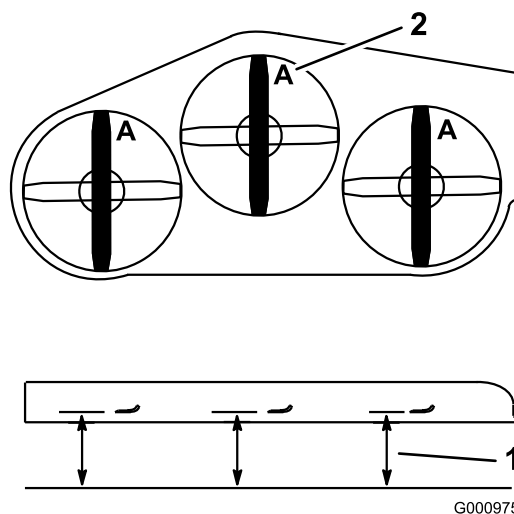
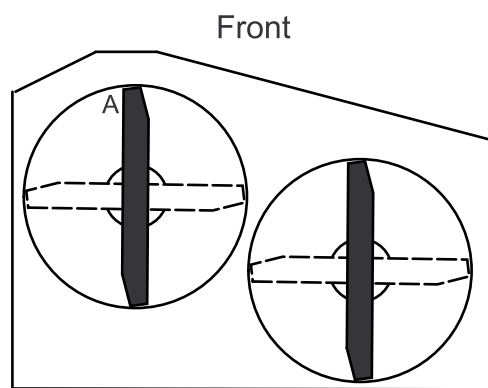

Figure 75
Figure 76
3. Placez la machine sur une surface plane, et tournez une lame dans le sens longitudinal. Mesurez au point A et entre la surface plane et le bord coupant des pointes des lames (Figure 75) Pour les tabliers de coupe de 36 pouces, reportez-vous à la Figure 76.